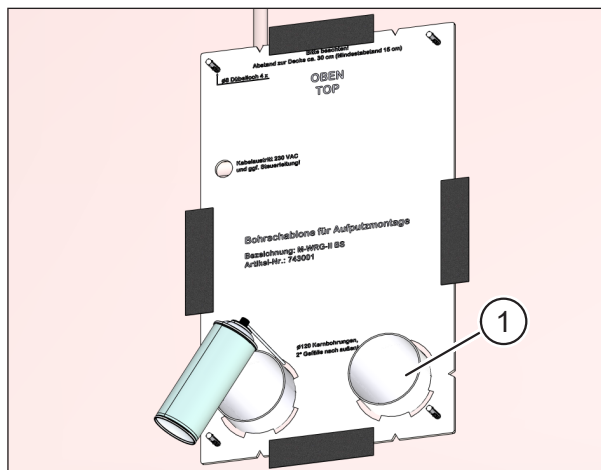

Fig. 22: Fixarea țevilor de ventilație
- ▶ Pulverizați spumă expandabilă prin golurile (elementul 1 în Fig. 22) din șabloanele de găurire de pe peretele interior și exterior pentru a fixa provizoriu țevile de ventilație.